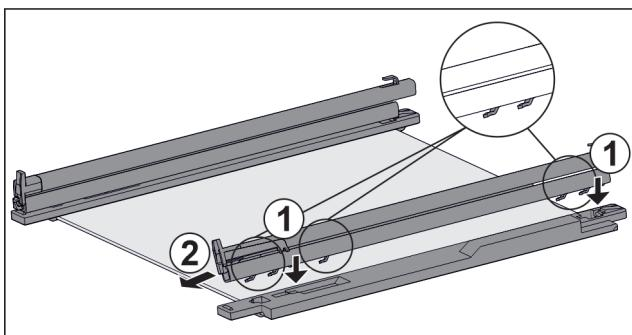

Fig. 38 Skleněná deska s kolejničkami a přídržnými díly
- ▶ Nasadte háčky kolejničky na otvory **levého** přídržného dílu. Fig. 38 (1)
- ▶ Vytáhněte kolejničku dopředu. Fig. 38 (2)
- ▶ Nasadte háčky kolejničky na otvory **pravého** přídržného dílu. Fig. 38 (1)